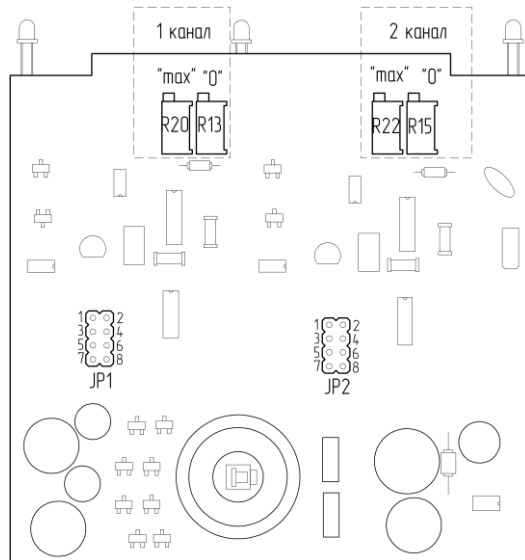

Рисунок 5.1 - Схема расположения органов регулирования и элементов настройки ПС-42
5.8.4 Для переналадки блока на другие входные/выходные сигналы используйте рисунок 5.1 и таблицу 5.1.